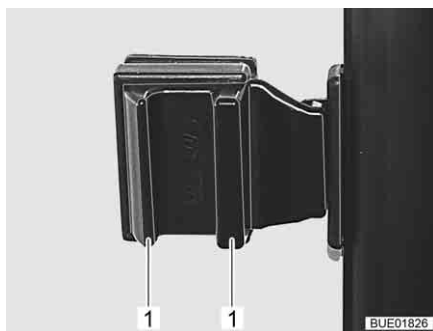

Fig. 107 Finestra scorrevole con bloccaggio a pressione
- Premere le maniglie (Fig. 107,1) e mantenerle premute.